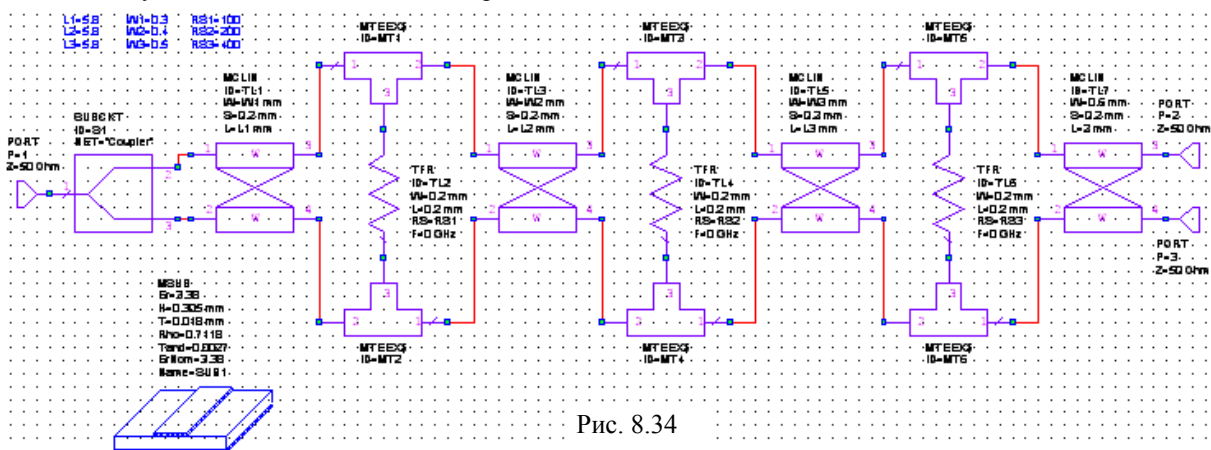

Рис. 8.34
20. Щёлкните по значку **Tune Tool** и назначьте для настройки все введённые переменные. Должна получиться схема, показанная на рис. 8.34.